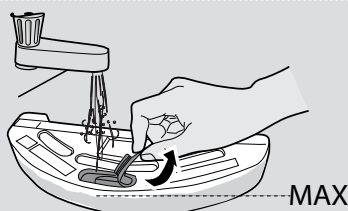

Fig. 14
2. Ouvrez le bouchon en caoutchouc du réservoir d'eau, remplissez-le avec de l'eau et refermez-le. [Fig. 14] Ajoutez un produit de nettoyage si vous le jugez nécessaire.